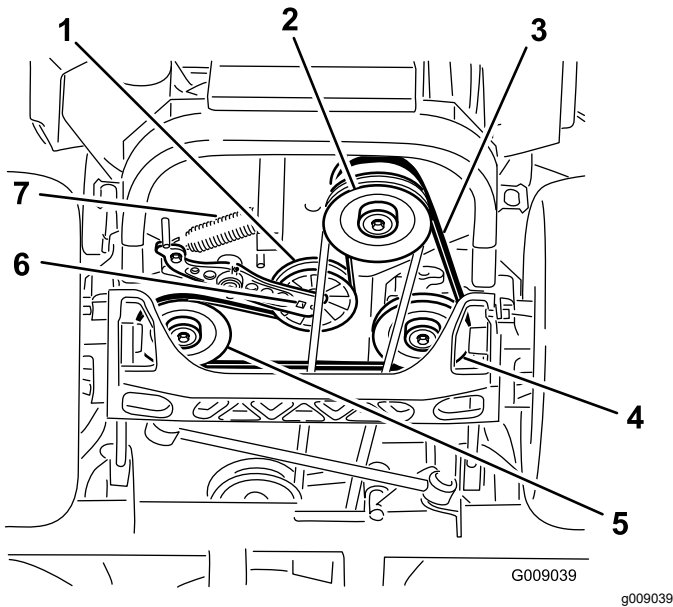

図 79
4. 機体を持ち上げて、ジャッキスタンドで支える 図 79。
5. アイドラアームの角穴にあるラチェットを使って、アィドラスプリングを取り外す (図 79)。
6. アィドラスプリングをフレームから外す 図 79。
9. アィドラアームの角穴にあるラチェットを使って、アィドラスプリングをフレームに取り付ける (図 79)。